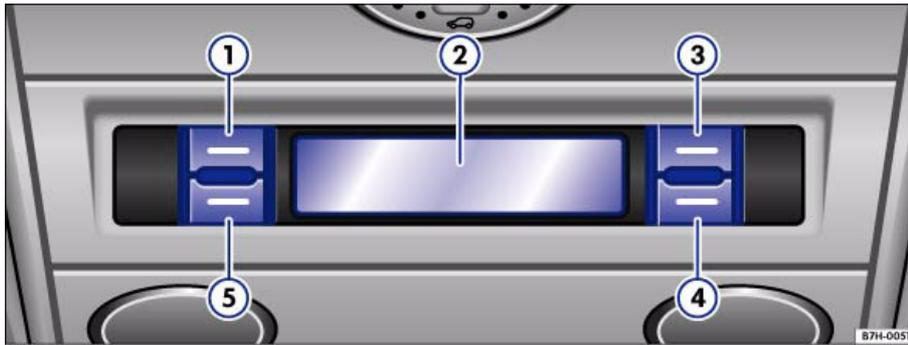

Abb. 92 Ausschnitt vom Dachhimmel: Bedienelemente der Standheizung
- Drücken Sie bei eingeschalteter Zündung die Taste ⇒ Abb. 92 ⑤.
- Wählen Sie mit der Taste ③ das Symbol Ⓜ („Kindersicherung“) aus und drücken Sie die Taste ⑤.
- Wählen Sie mit den Tasten ③ oder ④ **ON** zum **Einschalten** und **OFF** zum **Ausschalten** der Kindersicherung aus.
- Drücken Sie die Taste ⑤, um Ihre Einstellung zu bestätigen.
- Drücken Sie die Taste ⇒ Abb. 92 ③, um die Belüftung ein- oder auszuschalten.
- Drücken Sie die Taste ④, um die Heizung ein- oder auszuschalten.